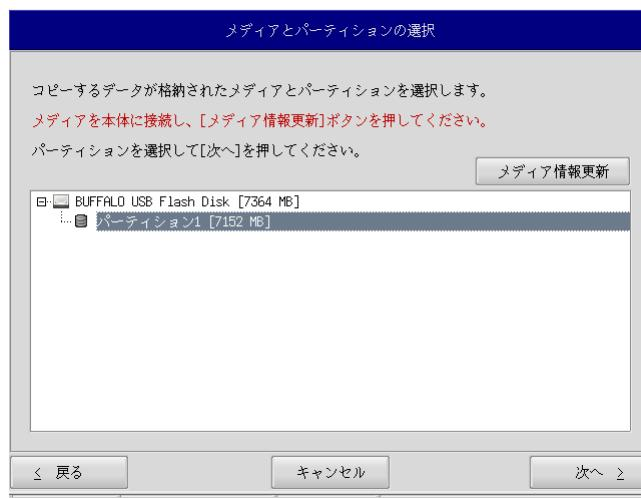

図5-2-3. メディアとパーティション選択画面
- ⑥ メディアとパーティション選択画面(図5-2-3)が表示されます。あらかじめ用意しておいたバックアップUSBを本体に接続し、[メディア情報更新]ボタンを押してください。バックアップUSBのパーティションを選択し、[次へ]ボタンを押します。